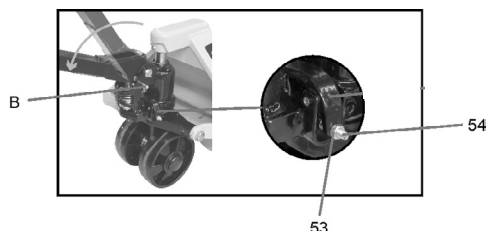

Fig. 6 – Retirando o pino
- d. O pistão de acionamento do cabo vem travado com um pino "B", ver fig. 6.
- e. Para o correto funcionamento do equipamento, posicione o cabo totalmente na horizontal e remova o pino trava da mola "B", ver fig. 6.
Em caso de necessidade de ajuste da alavanca para elevar ou baixar a carga, faça o ajuste através do parafuso "54", conforme fig. 6, e depois de concluído o ajuste, trave o parafuso "54" apertando a porca "53".